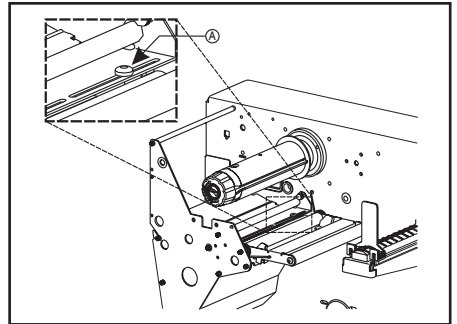

Figure 12
1. Retirez le ruban et repérez le détecteur d'étiquettes supérieur (Figure 12-A).